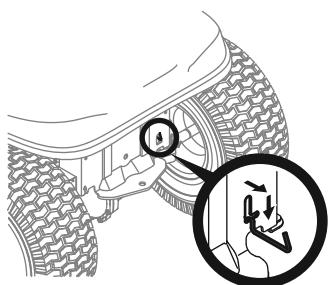

Figure 2
- Engagez la tige de dérivation de la transmission pour déplacer le tracteur sans démarrer le moteur. La tige de dérivation de la transmission est située à l'arrière du tracteur, sur le châssis. Tirez la tige de dérivation vers l'extérieur et vers le bas pour l'engager. Voir Figure 2.